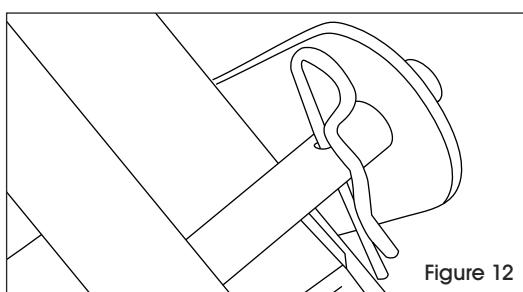

Figure 12
16. Insérez la goupille fendue (ou un cadenas, non compris) pour fixer la barre de verrouillage. (Voir Figure 12)